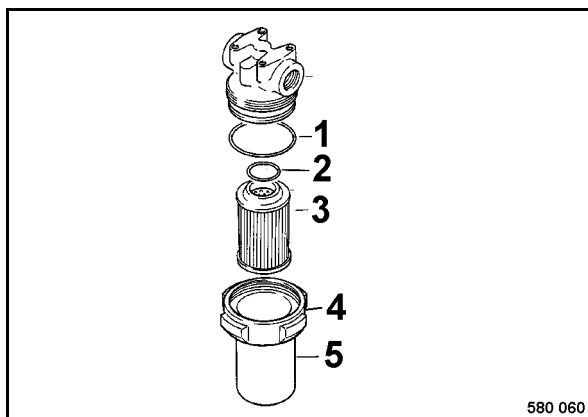

Fig. 206
- Desenroscar la tuerca tapón 4 (Fig. 206), y retirar la caja filtradora (5) con el elemento filtrante (3).